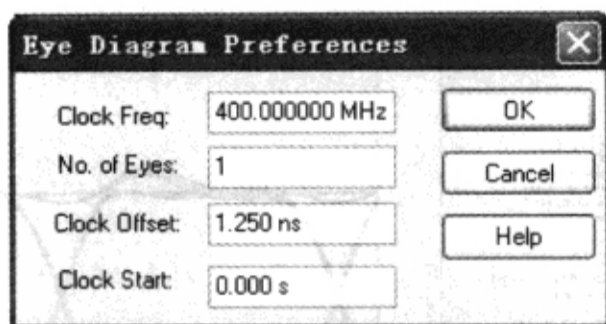

图 6-4-17 设置眼图参数
(2) 从“SigWave”窗口执行菜单命令“Graph”→“Eye Diagram Preferences”，弹出“Eye Diagram Preferences”对话框，“Clock Freq”栏设置为400MHz，“No. of Eyes”栏为1→设置“Clock Offset”值为1/2时钟周期值（即1.25ns），“Clock Start”栏为0s，如图6-4-17所示。